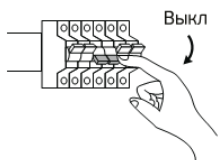

Рисунок 2 - Отключение питающей сети.
- 5.3. Перед монтажом обесточьте питающую сеть (Рисунок 2).